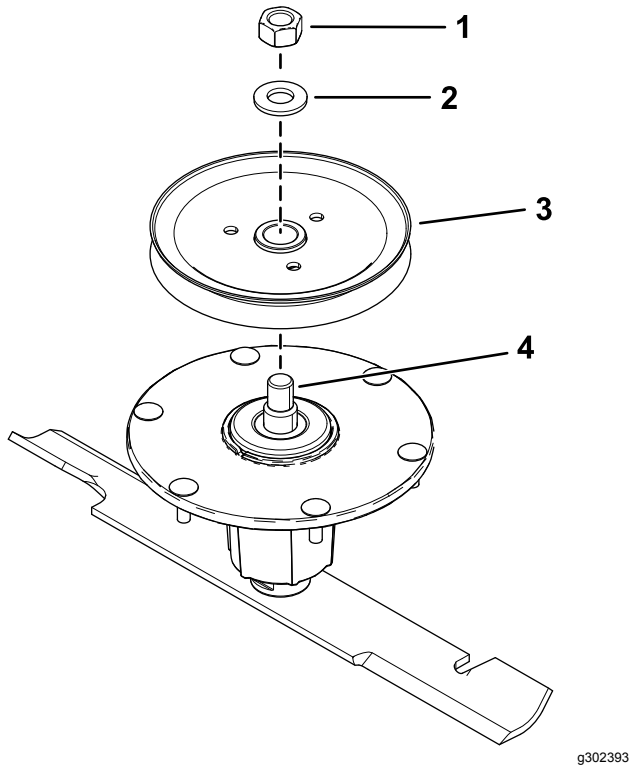

Figura 1
1. Rimuovete il dado superiore, la rondella e la gola dall'alberino (Figura 1).